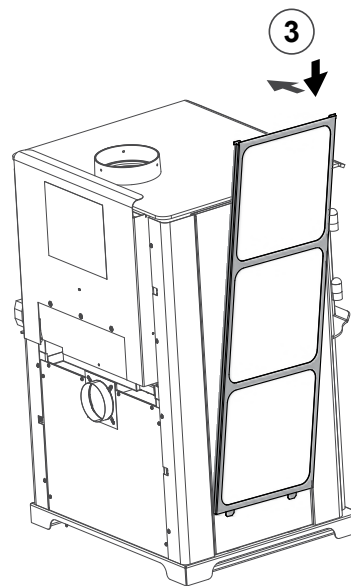

Figure 17.5
3. Fixez à nouveau le cadre des tuiles (**Figure 17.5**).